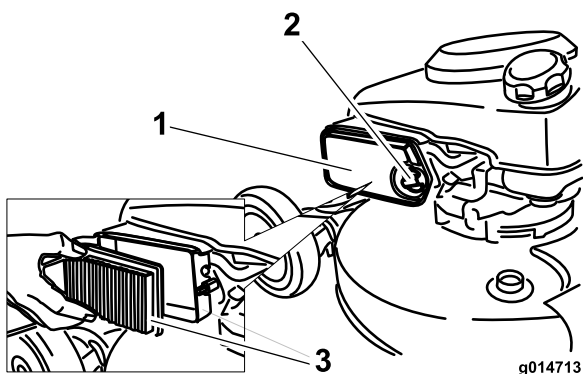

Figura 40
1. Aprite il coperchio del filtro dell'aria con un cacciavite (Figura 40).
2. Sostituite il filtro dell'aria (Figura 40).